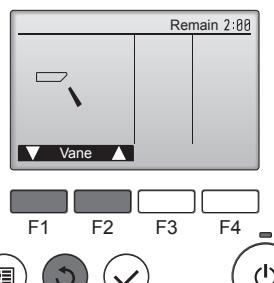

Fig. 7-4
- Tryk på knappen [VÆLG] for at få vist driftsskærmen Vane (vingedrift), og tryk derefter på knapperne [F1] og [F2] for at kontrollere autovingen. (Fig. 7-4)